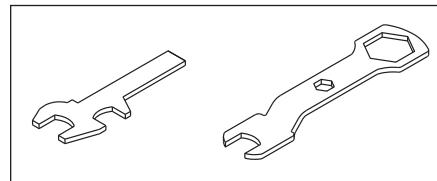

Figure 3
2. Utiliser les clés fournies pour desserrer le contre-écrou sur le carter de mâchoire (Voir Figure 3).